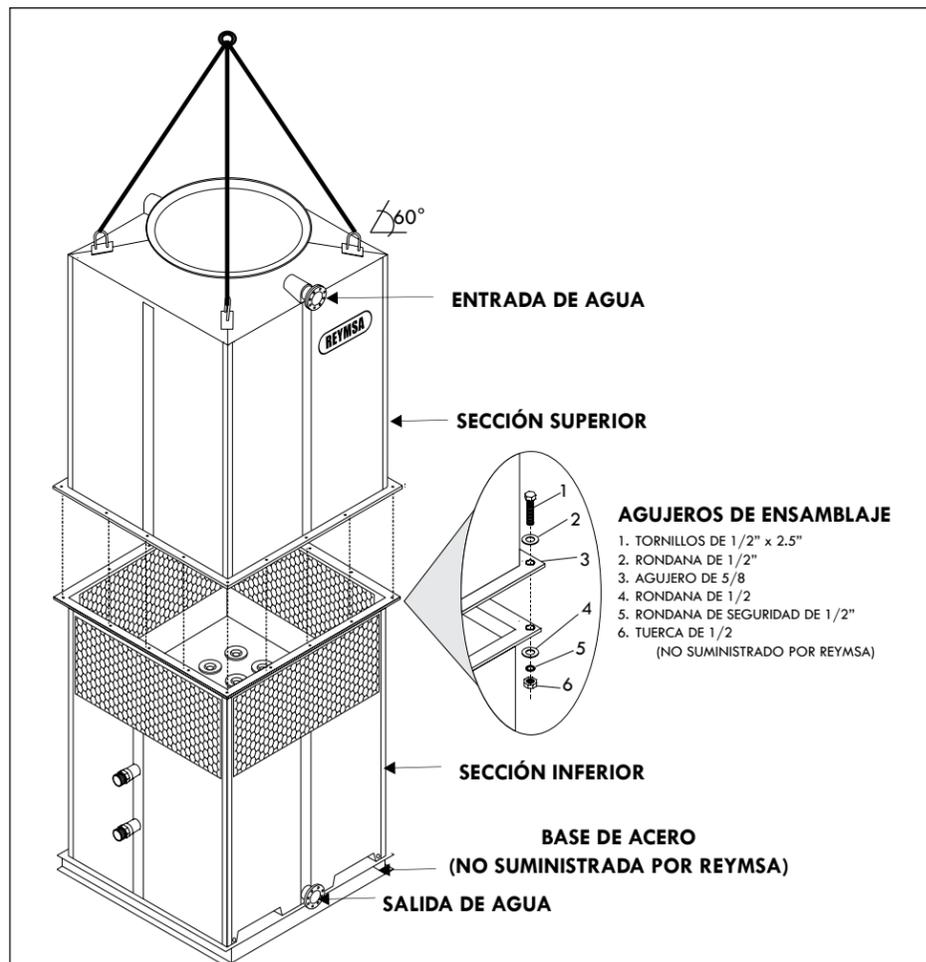

Figura A-7: Instalación de la sección superior e inferior
I. Ensamble la sección superior con la sección inferior de la torre. La sección superior viene ensamblada con tornillos "U" para el levantamiento; luego usando una grúa, ensamble las dos partes, utilizando una barra alineadora para alinear los agujeros de los tornillos mientras las secciones se juntan (ver Figura A-7). Asegúrese de que la entrada de agua y la salida de agua queden del mismo lado al ensamblar.